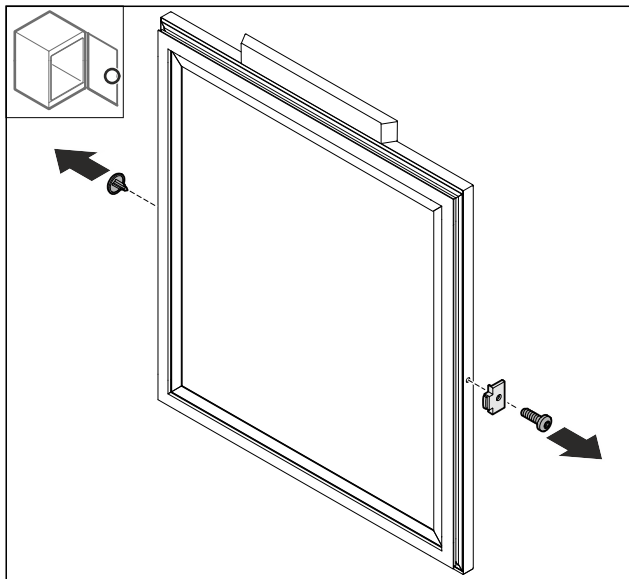

Fig. 48
- ▶ Odstranite pokrov Fig. 48 (1).
- ▶ Demontirajte nastavek za vrata Fig. 48 (2).